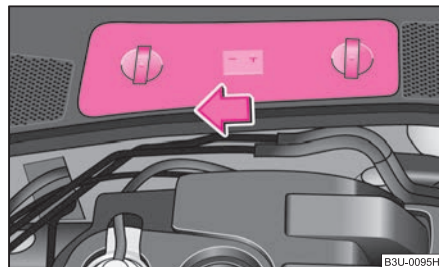

Fig. 178 Vano motore:
- Premere il coperchio nel senso indicato dalla freccia ⇒ fig. 178.